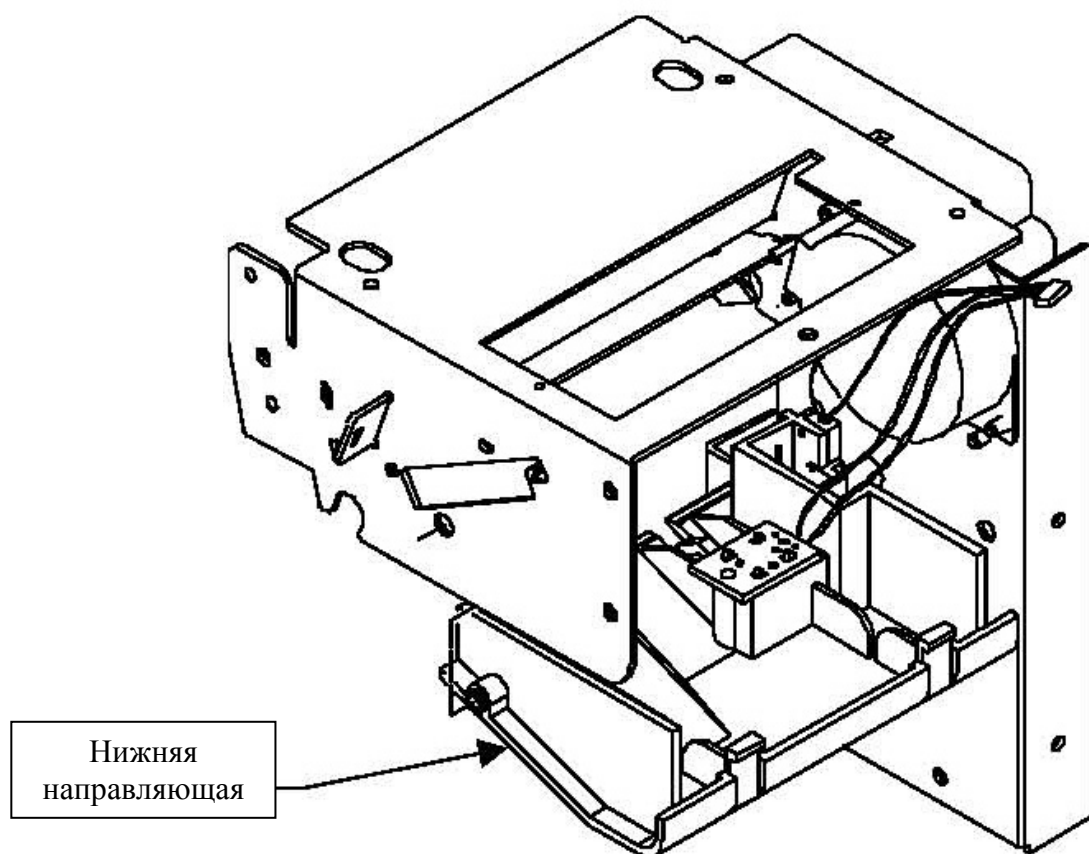

Рисунок 20 – Удаление нижней направляющей.
4. Удалить узел ТПГ, пружины ТПГ и держатель пружин (см. рис. 20).